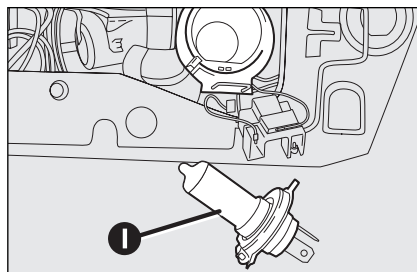

fig. 26
- ☐ asportare la lampada bruciata **I-fig. 26** ed inserire la nuova lampada;